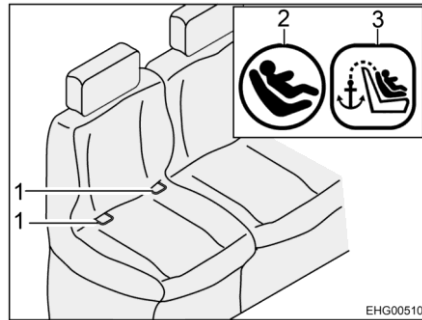
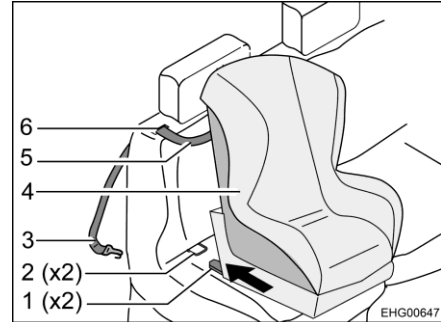

Bild 12 Sitz mit Isofix
Bild 13 Befestigung mit Top-Tether
- Top-Tether-Gurt (Bild 13,5) durch Schlitz (Bild 13,6) im Polster der Rückenlehne führen (neben der Kopfstütze).
- Befestigungshaken (Bild 13,3) am Ankerpunkt auf der Rückseite des Fahrzeugsitzes einhaken.
- Rastarme (Bild 13,1) in Haltebügel (Bild 12,1 und Bild 13,2) einrasten lassen. Dabei muss ein deutliches Klickgeräusch zu hören sein.
- Mit einem kräftigen Ruck kontrollieren, ob der Kindersitz (Bild 13,4) fest sitzt.